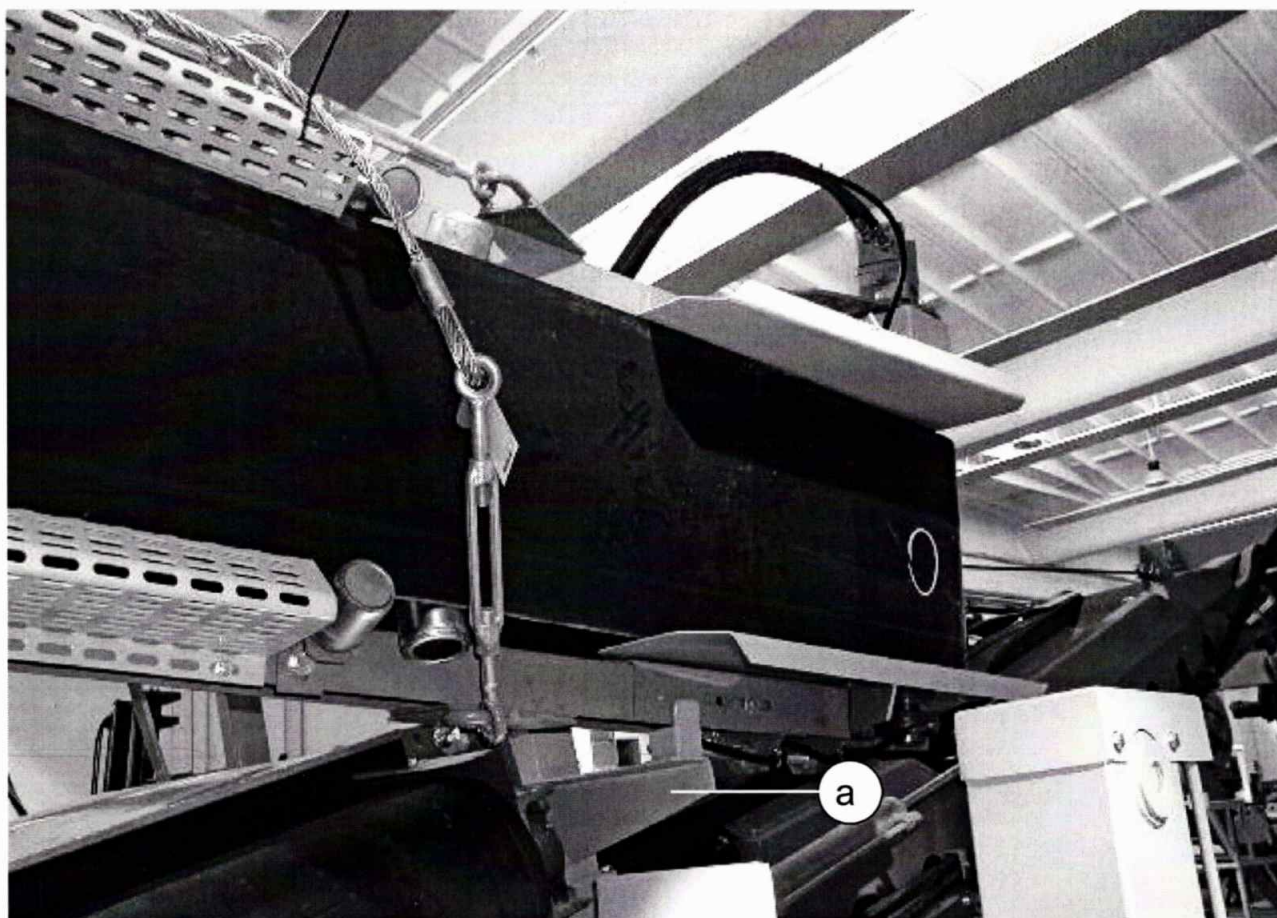
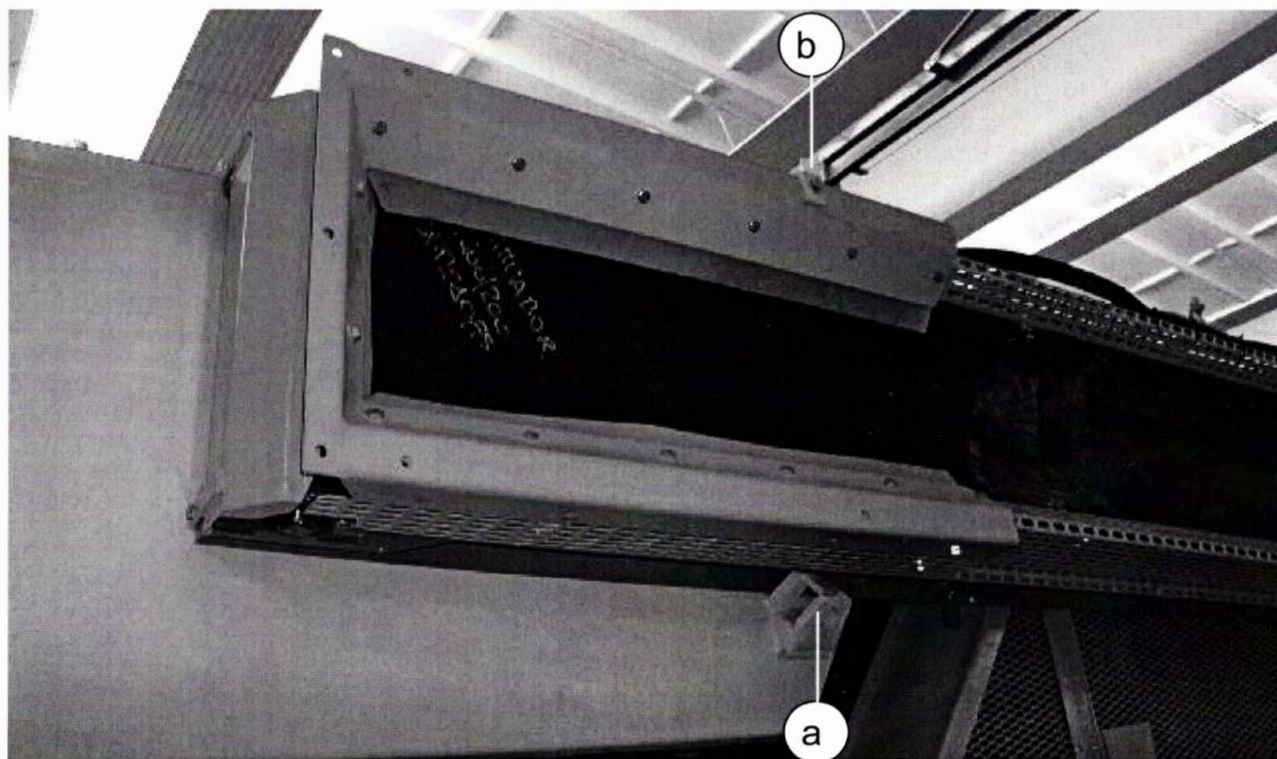

fig. 4.2.6
fig. 4.2.7
- 2) sollevarlo con la gru nel verso indicato in fig. 4.2.6, ed appoggiarlo sulla mensola indicata dal particolare (a) di fig. 4.2.6 e sul fissaggio della traversa girevole indicato dal particolare (a) di fig. 4.2.7;
- 3) tenerlo in equilibrio con la gru e montare l'apposita staffa di fissaggio superiore indicata dal particolare (b) di fig. 4.2.7;